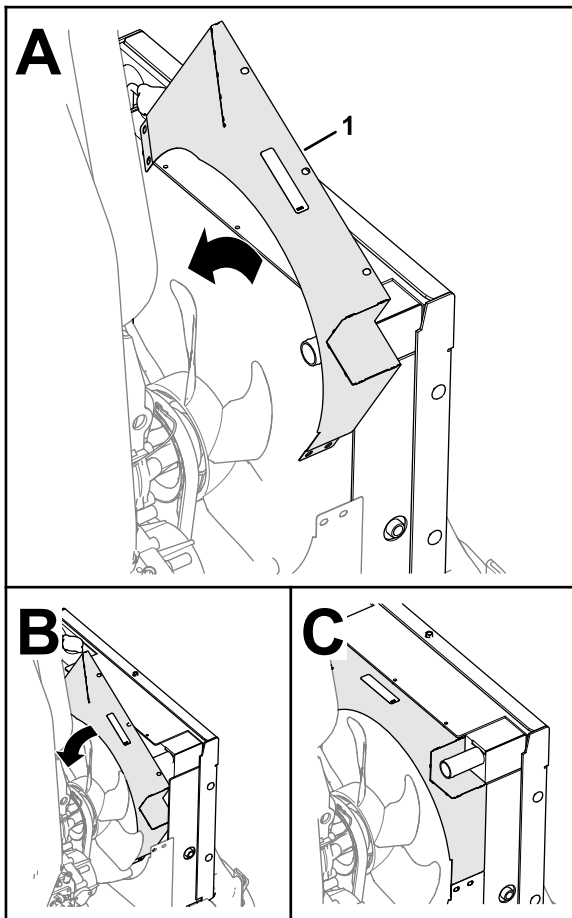

Bild 35
6. Richten Sie die obere Lüfterverkleidung, wie in **Bild 35** dargestellt, an der Maschine aus.